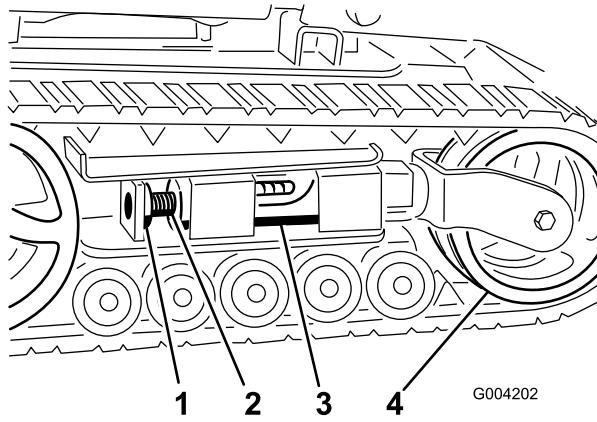
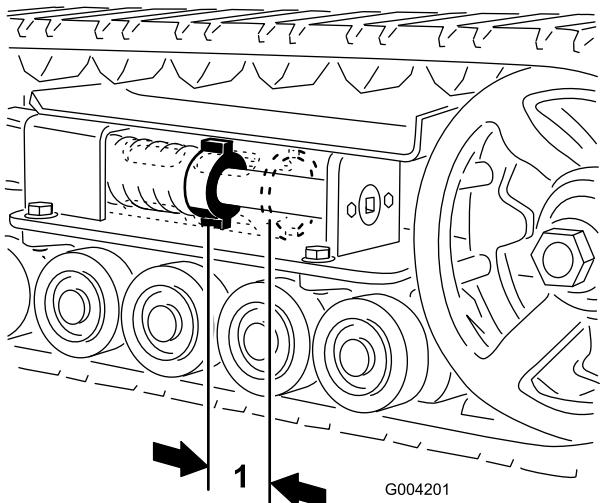
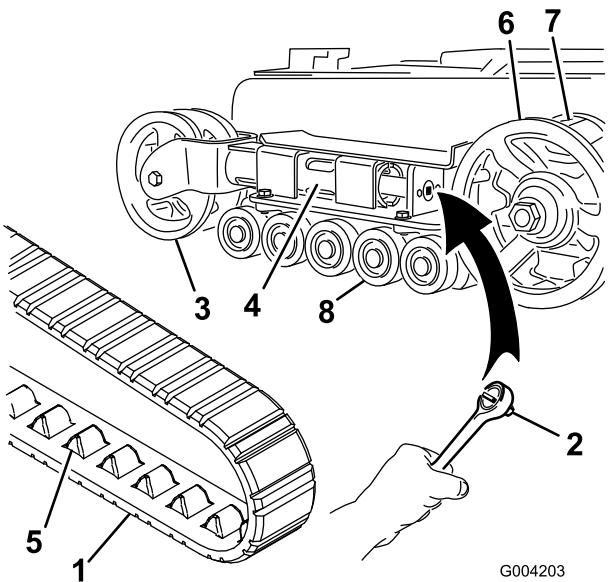
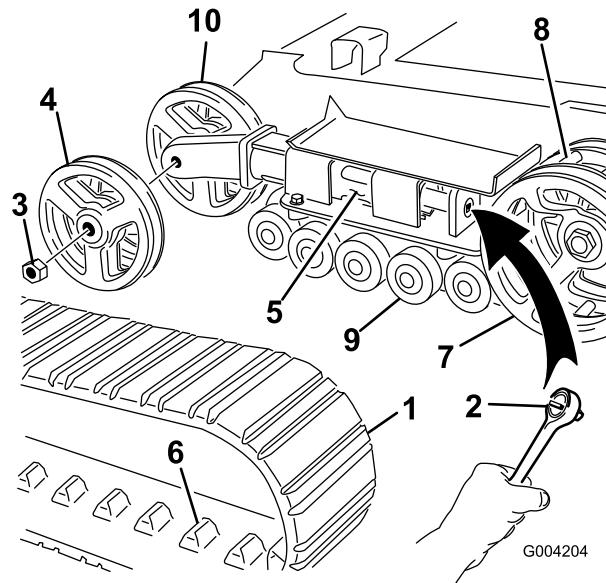

Figure 40
Figure 39
Figure 41
Figure 42
L'écrou de tension et l'arrière du tube de tension doivent être distants de 7 cm (Figure 39). Si ce n'est pas le cas, réglez la tension des chenilles comme suit :
3. Enlevez le boulon et l'écrou de blocage (Figure 40).
4. À l'aide d'une clé à douille de 13 mm (1/2") (Figure 41), tournez la vis de tension dans le sens antihoraire jusqu'à obtention d'un espacement de 7 cm entre l'écrou de tension et l'arrière du tube de tension (Figure 39).
5. Alignez l'encoche la plus proche dans la vis de tension avec le trou du boulon de blocage et fixez la vis avec le boulon et l'écrou de blocage (Figure 40).
4. À l'aide d'une clé à douille de 13 mm (1/2"), tournez la vis de tension dans le sens horaire pour détendre la transmission (Figure 40 et Figure 41).
5. Poussez la roue de tension vers l'arrière de la machine pour appuyer le tube de tension contre le châssis (Figure 41). (S'il ne touche pas le châssis, continuez de tourner la vis de tension jusqu'à ce qu'il le touche).
7. Lorsque la chenille est déchaussée, retirez-la du barbotin et des galets de roulement (Figure 41).
8. Pour installer la chenille neuve, commencez par l'enrouler autour du barbotin, en veillant à ce que les crampons s'engagent correctement entre les dents du barbotin (Figure 41).
9. Poussez la chenille sous et entre les galets de roulement (Figure 41).
11. Tournez la vis de tension dans le sens anti-horaire, de manière à obtenir un écartement de 7 cm entre l'écrou de tension et l'arrière du tube de tension (Figure 39).
4. À l'aide d'une clé à douille de 13 mm (1/2"), tournez la vis de tension dans le sens horaire pour détendre la transmission (Figure 40 et Figure 42).
5. Poussez la roue de tension vers l'arrière de la machine pour appuyer le tube de tension contre le châssis (Figure 42). (S'il ne touche pas le châssis, continuez de tourner la vis de tension jusqu'à ce qu'il le touche).
6. Retirez l'écrou de fixation de la roue de tension extérieure et déposez la roue (Figure 42).
7. Déposez la chenille (Figure 42).
8. Retirez l'écrou de fixation de la roue de tension intérieure et déposez la roue (Figure 42).
12. Posez la roue de tension intérieure et fixez-la avec l'écrou retiré précédemment (Figure 42).
14. Posez la chenille neuve en prenant soin que les crampons s'engagent entre les dents au centre du barbotin (Figure 42).
15. Posez la roue de tension extérieure et fixez-la avec l'écrou retiré précédemment (Figure 42).
17. Tournez la vis de tension dans le sens anti-horaire, de manière à obtenir un écartement de 7 cm entre l'écrou de tension et l'arrière du tube de tension (Figure 39).